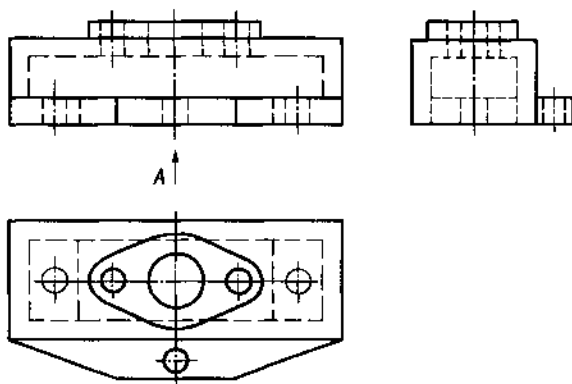

图 27
27. 根据主、俯、左视图 (图 27), 补画 A 向视图。